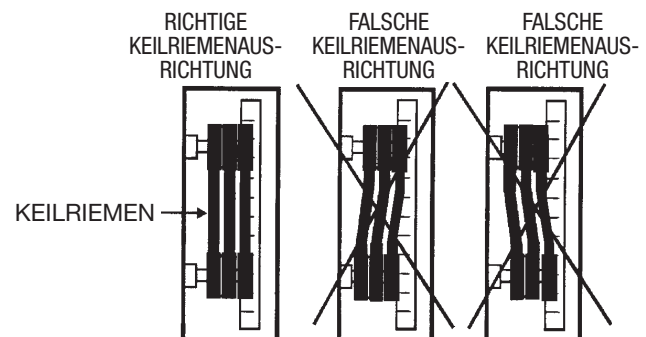

Abb. 9. Ausrichtung der Riemenscheiben
2. Die Parallelität von Keilriemen und Riemenscheiben prüfen (Abb. 9). Ein Richtscheit oder einen Anschlagwinkel an beide Riemenscheiben anlegen und diese bis zur korrekten Ausrichtung einstellen.